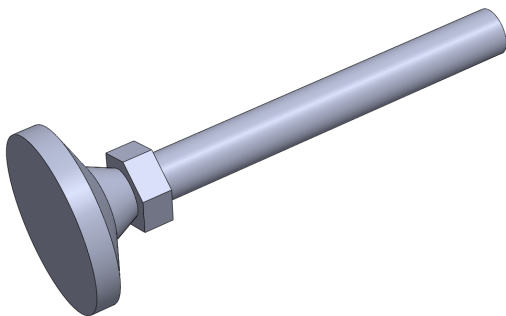

图 6-1 打开素材模型
(1) 单击常用工具栏中的【打开】按钮，打开一幅素材模型，如图 6-1 所示。